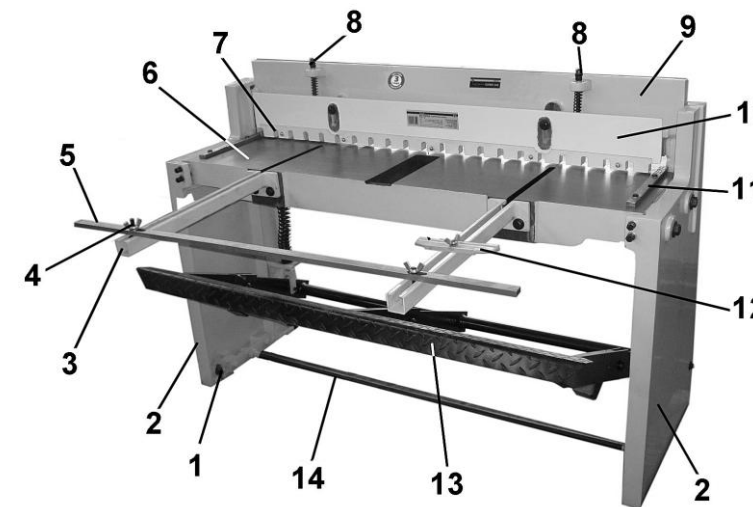

Рис. 2
5. УСТРОЙСТВО (Рис. 2.)
6.4. Демонтируйте поддон, предварительно удалите четыре болта крепления (1), Рис.2.